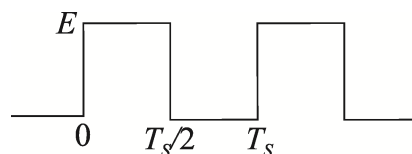

Figura 3: Forma de onda a ser aplicada na entrada do circuito.
Passo 2: selecione a onda quadrada no gerador de sinal e, com o auxílio do osciloscópio digital, ajuste a amplitude E para 5 V, aplicando *offset* de forma que o nível baixo da onda quadrada esteja em 0 V, conforme a Figura 3.